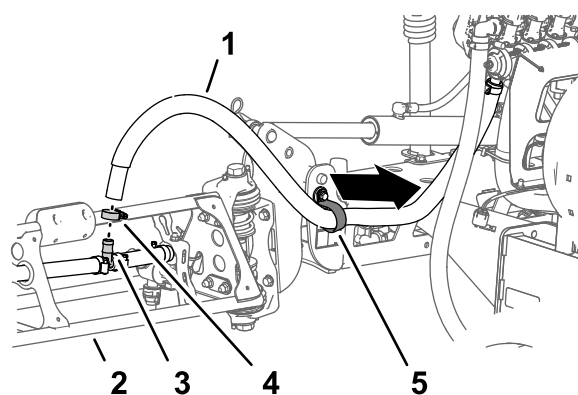

Рисунок 38
секции опрыскивателя к тройнику типа «елочка» (Рисунок 38).
- Снимите шланг с тройника (Рисунок 38).
- Снимите свободный конец шланга с R-образного хомута (Рисунок 38).